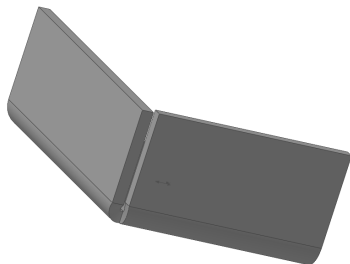

图 10-89 生成“重叠”类型闭合角
3) 在“缝隙距离”文本框中, 更改缝隙距离数值为 0.5, 单击 (确定) 按钮, 生成重叠闭合角。结果如图 10-89 所示。